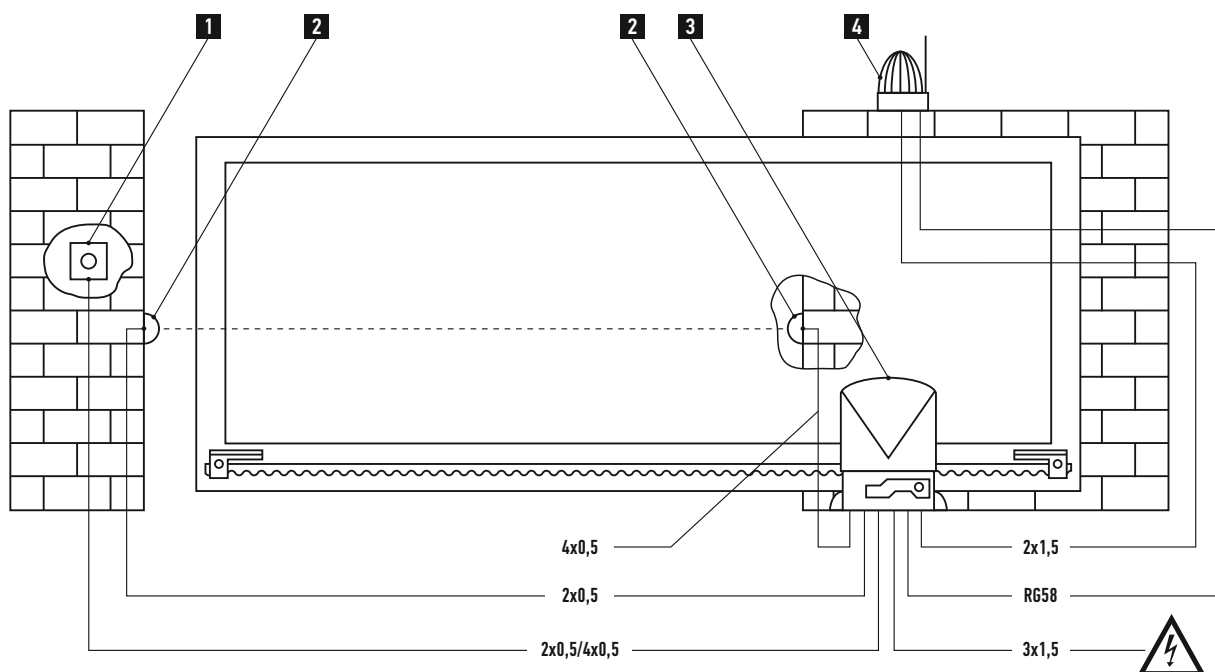

Рис.1
- Определите приблизительно положение, в которое будет установлен каждый компонент приводной системы (Рис. 1).
- Определите схему, при помощи которой будет выполняться подсоединение всех электрических устройств приводной системы (Рис. 1).